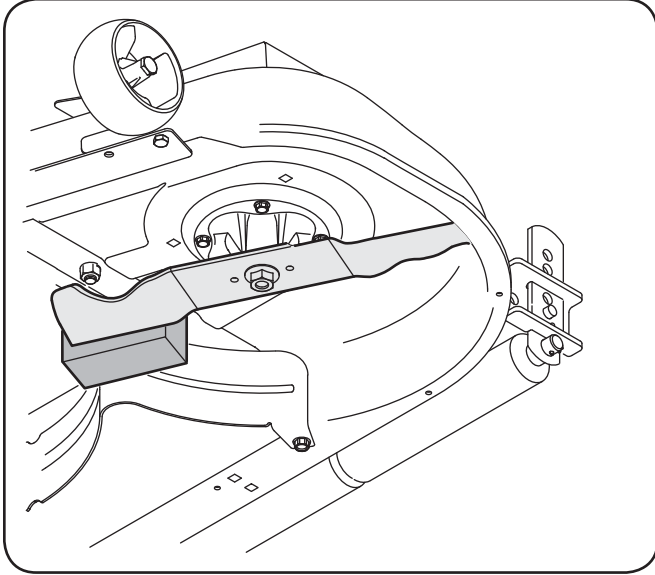

Figure 7-7
4. Pour aiguiser les lames, éliminez la même quantité de métal des deux extrémités sur le côté tranchant. Aiguiser le bord tranchant sur toute sa longueur, parallèlement au bord arrière, soit à un angle de 25° à 30°. Il est essentiel d'aiguiser les tranchants de façon égale pour conserver une lame bien équilibrée. Voir la Figure 7-7.